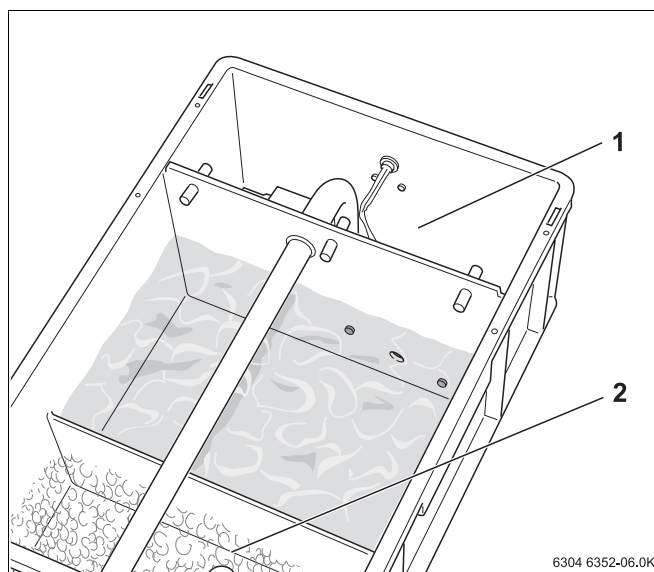

Рис. 8 Проведение осмотра
- Проверьте гранулят (рис. 8, поз. 2):
- Проверьте герметичность насосного отсека (рис. 8, поз. 1).